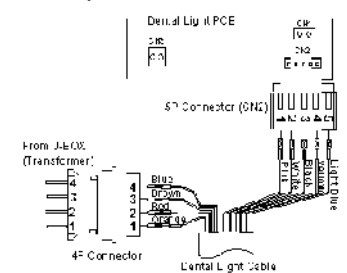

Fig.6-13 Connecting the Dental Light Connectors
F. a) Eclairage 720S (Fig.6-13)
b) Eclairage IO5000 (Fig.6-13)
Passez le câble de l'éclairage à travers la fixation du crachoir et insérez les goupilles du câble de l'éclairage dans chaque prise de l'unité crachoir. Respectez le système de couleur et de connecteurs pour les branchements tel que décrit dans la figue (Fig.6-13) L'éclairage PCB est situé à l'arrière de l'unité crachoir